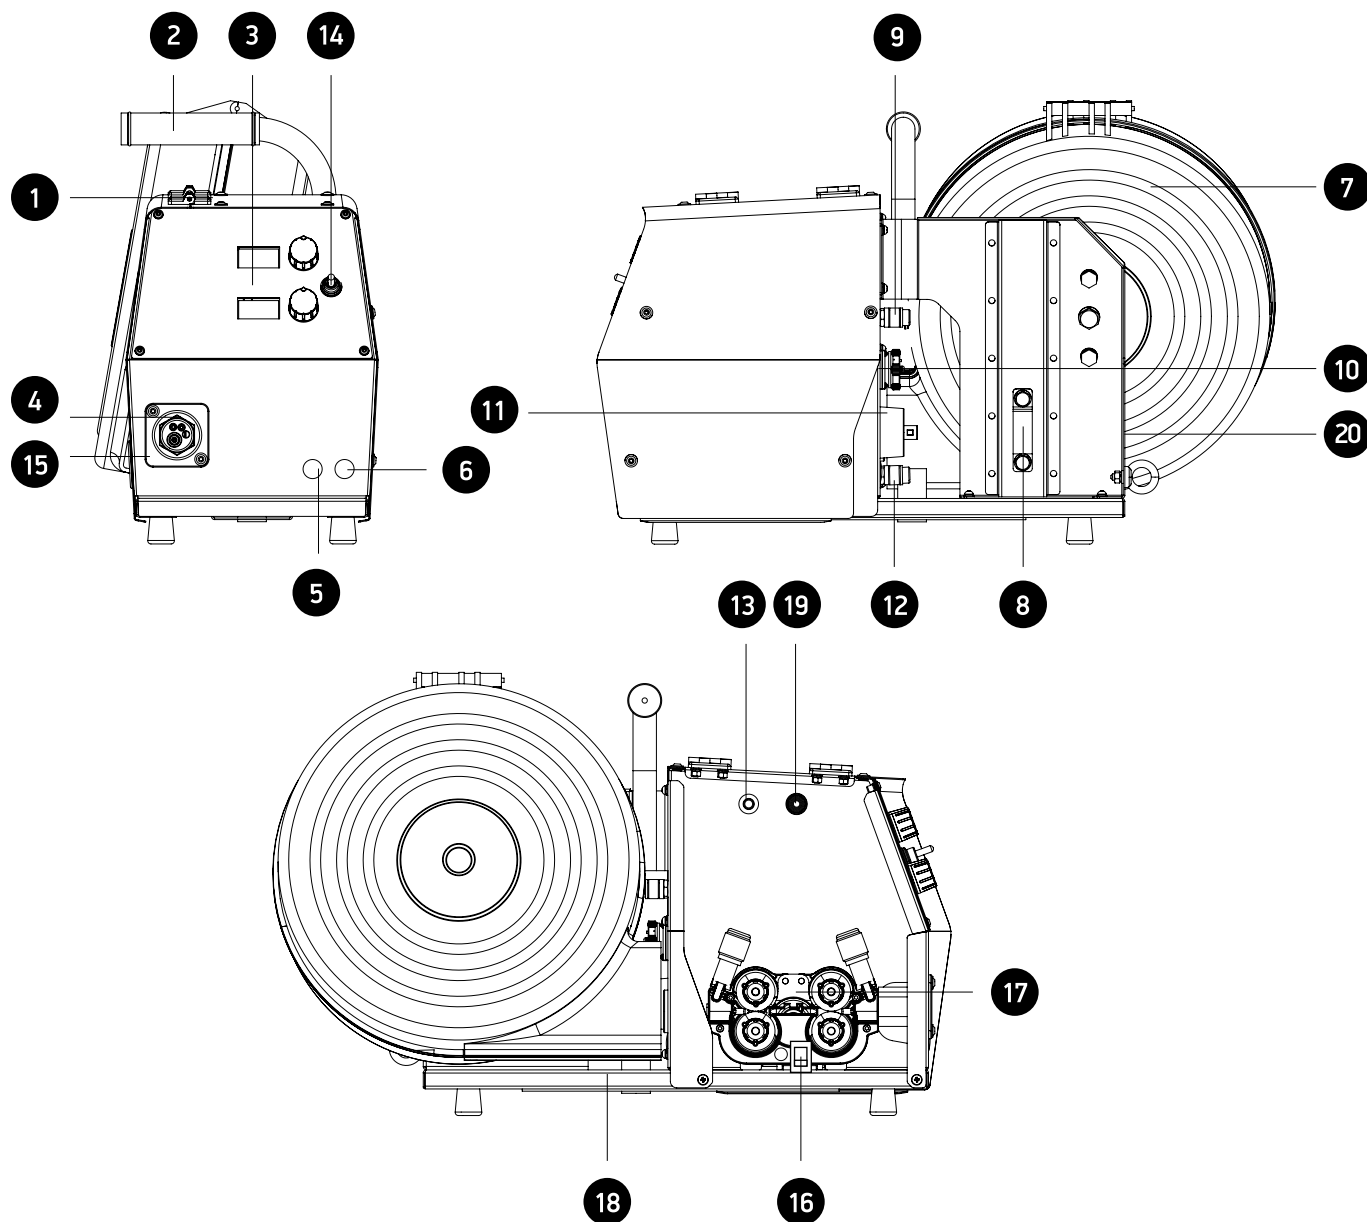

Рис. 3.1.
3.1. Внешний вид ААРМ-31 МХ представлен на рис. 3.1.
- Вставьте конец соединительного шланг-пакета в отверстие 20 (рис. 3.1.) на ААРМ-31 МХ.
- Вставьте вилку сварочного кабеля соединительного шланг-пакета на источнике питания АА-501 МХ в разъем «+», а на ААРМ-31 МХ в разъем п.11 (рис. 3.1.).
- Соедините разъем кабеля управления соединительного шланг-пакета с разъемом на передней панели АА-501 МХ, а второй конец на ААРМ-31 МХ в разъем п.10 (рис. 3.1.).
- Подключите газовый шланг соединительного шланг-пакета к быстросъемному штуцеру подачи защитного газа п.9 (рис. 3.1.) на задней панели ААРМ-31 МХ, а другой конец к редуктору на газовом баллоне. При наличии блока водяного охлаждения, подключить шланги подвода/отвода охлаждающей жидкости к быстросъемным штуцерам 12 (рис. 3.1.), а другие концы к штуцерам на БВО.
- Дополнительно закрепить кабельную сборку на корпус механизма подачи хомутом 8 (рис. 3.1.).
- Откройте баллонный газовый редуктор, отрегулируйте необходимый расход газа, проверьте срабатывание газового клапана и подачу защитного газа нажатием тумблера 19 (рис. 3.1.) или кнопки «Продувка» на лицевой панели источника питания.
Натяжка тормоза больше необходимого увеличивает нагрузку на двигатель подающего механизма. Установите сварочную горелку в евроразъем и выпрямите ее с максимальным радиусом изгиба. Заправьте проволоку в механизм подачи проволоки и нажатием тумблера прогона проволоки 14 (рис. 3.1.) пропустите в сварочную горелку, предварительно сняв наконечник.